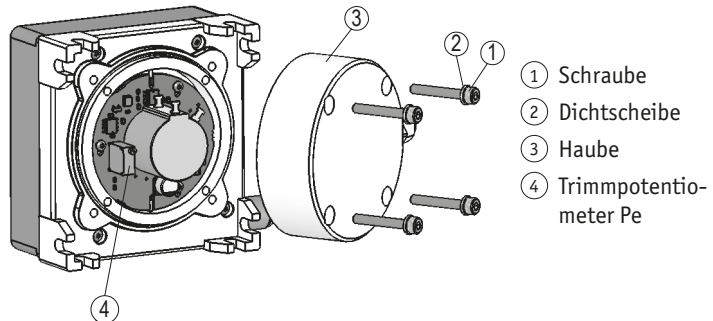

Abb. 15: Einstellen Trimpotis MWU
5.3 Abgleich des R/U-Wandlers (MWU)**Einstellen des Messwandlers (Abb. 15)****Zerstörung Trimpotentiometer**
Mit dem Trimpotentiometer Pe (4) (siehe Abb. 15) können diese Werte an die tatsächliche Endstellung der Anwendung angepasst werden.
1. Schrauben ① mit Dichtscheiben ② lösen und Haube ③ öffnen.
2. Trimpotentiometer Pe ④ einstellen, siehe Abgleich.
3. Haube ③ schließen und mit Dichtscheiben ② und Schrauben ① befestigen.